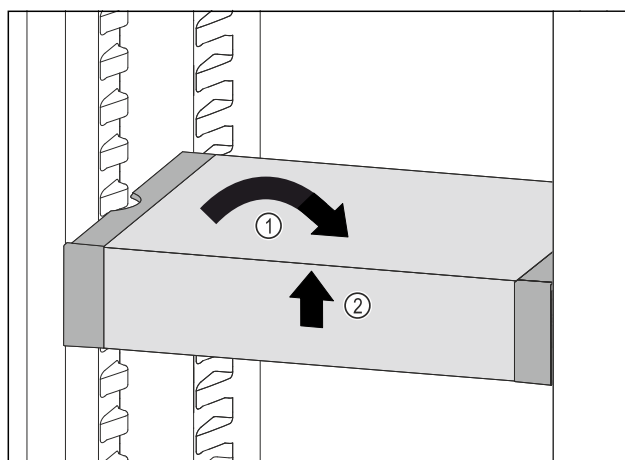

Fig. 77
- Poziționați drept VarioSafe. Fig. 77 (1)
- Ridicați în față VarioSafe. Fig. 77 (2)